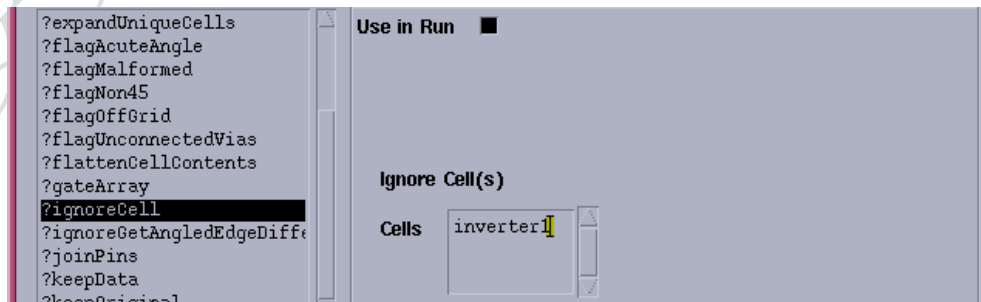

图 7.4 跳过某些器件的 DRC
②选中 ?ignoreCell，再选中 Use in Run，然后于 Cells 栏中输入 inverter1，如图 7.4 所示。点击 OK 确定。